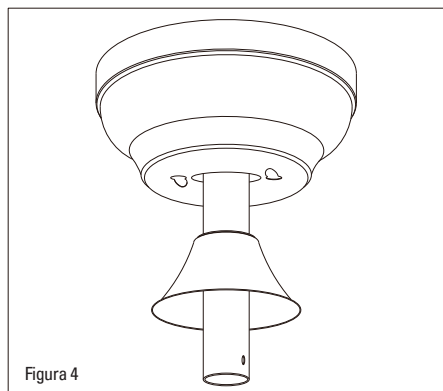

Figura 4
4. Retire y guarde el pasador de horquilla y la horquilla de la varilla de descenso. (Figura 4)